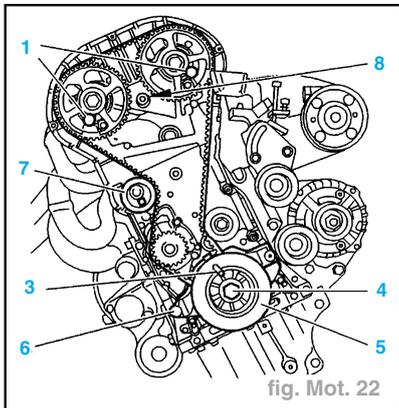

fig. Mot. 22
- les écrous (1).
- le carter de distribution (3).
- Piger les poulies d'arbres à cames à l'aide des outils (1) (réf. : 9041-TZ) (fig. Mot. 22).
- Piger le vilebrequin à l'aide de la pige (3) (référence : 7014-TN).